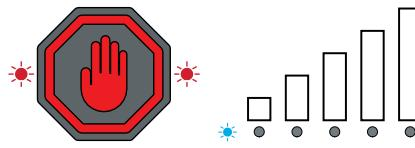

Figure 1
- Appuyer sur le bouton d'arrêt. Lorsque le voyant à DEL sans fil bleu commence à clignoter, l'unité peut se connecter à l'application. (Fig. 1)